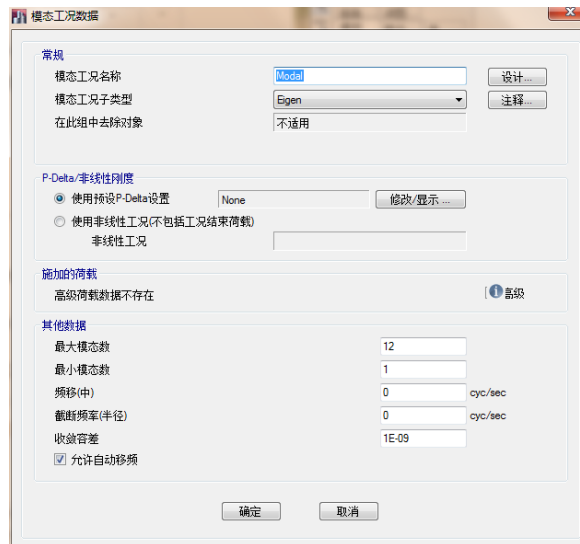

图 4-24 模态工况数据对话
3. 点击**修改/显示工况**，弹出如图 4-24 所示的**模态工况数据**对话框。